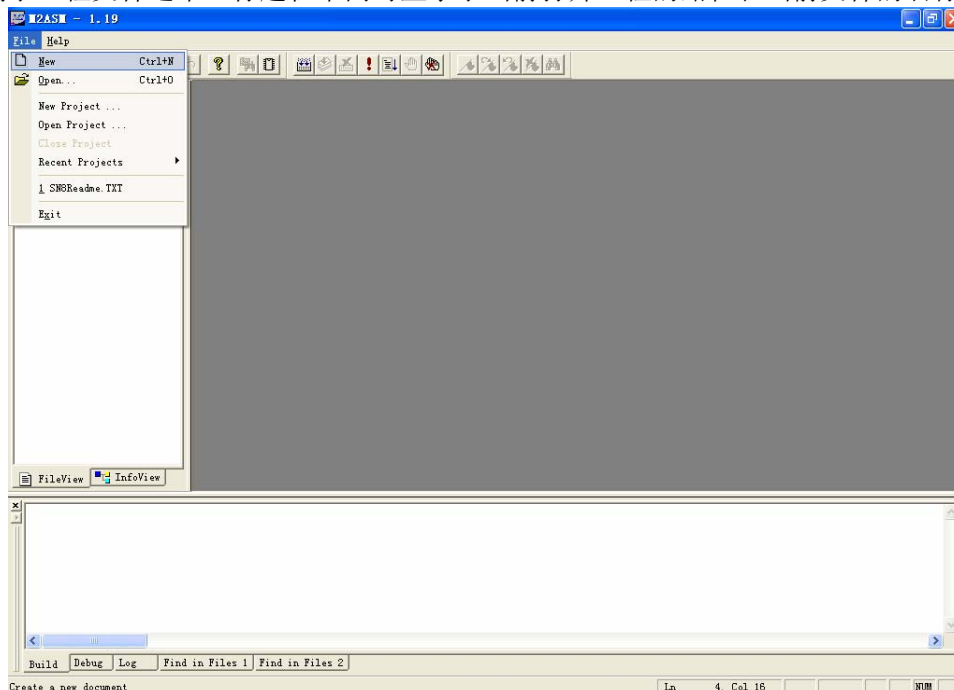
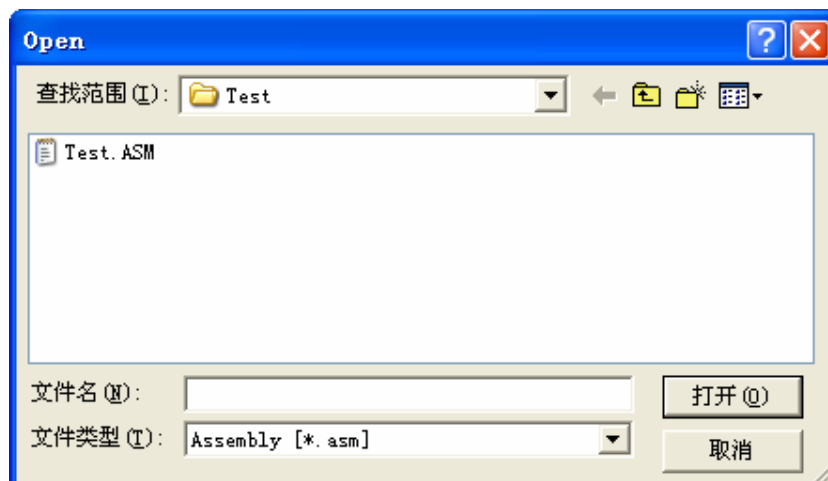

图 2-42 空闲状态下 File(文件)下拉菜单
图 2-45 新建工程对话框
如果要建立工程，首先要建立一个添加到工程的文件，可以单击工具栏中的“New”按钮，也可使用菜单栏的“File”项，弹出如图 2-42 所示的菜单，选择“New”项。这样就可以成功创建了一个空白文档，文档的名称默认为 SONIX1，多次使用“New”会建立多个文件，文件的名称依次为 SONIX2、SONIX3 等。
- 再次使用图 2-42 中的“File”菜单，选择“New Project”项，弹出如图 2-45 所示的文件打开对话框，选择刚刚建立的 Test 文件，单击打开，这样就成功建立一个工程。工程名与刚刚打开的文件名相同，均为 Test，同时 Test.ASM 文件被自动包含到了工程文件之中。标题栏中同时显示了当前打开工程的路径和当前文件的名称。